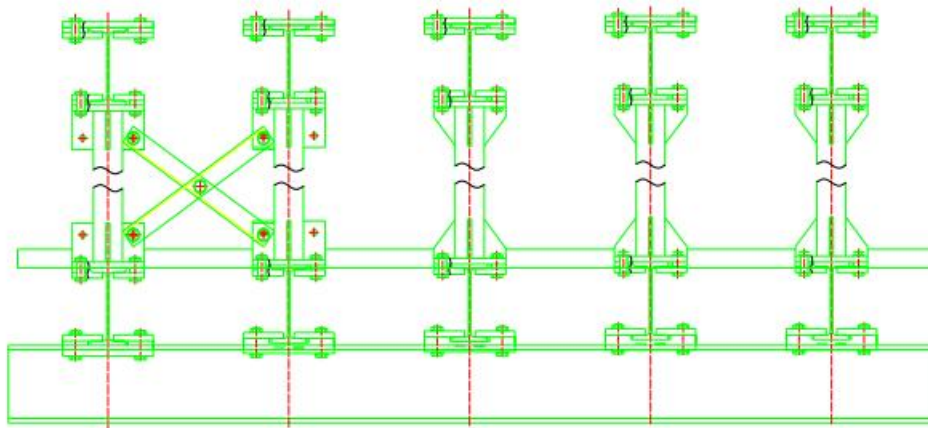

图 4
- 3、 在地上铺设好 4 根枕木高度要一致，然后把两根长为 8 米的工字钢放在上面组对，组对时要注意接口平整，然后对其焊接。用同样的方法把剩余的两根工字钢组队好。然后调整手拉葫芦的位置，利用手拉葫芦把组对好的两根工字钢提升至刚才挂好的钢结构上，利用压板和螺栓固定牢固。如图 4 所示。